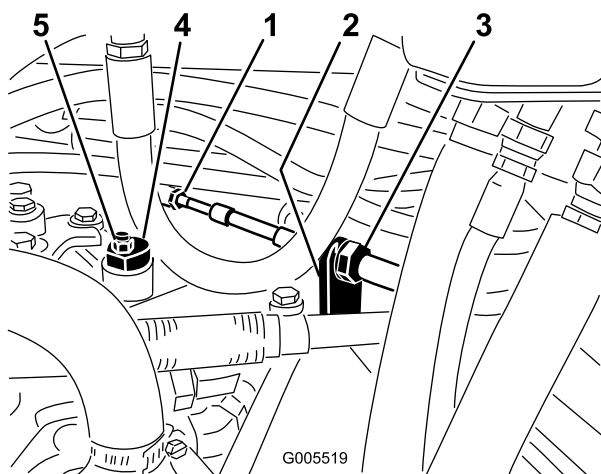

Figura 55
- A. Liberte as porcas que fixam o cabo de tracção ao anteparo do hidróstato (Figura 55). Certifique-se de que as porcas se encontram soltas de forma idêntica, de modo a permitir a operação de ajuste.
Nota: Liberte a porca que fixa o disco excêntrico ao cimo do hidróstato (Figura 55).
- C. Rode o disco excêntrico até eliminar a deslocação em qualquer um dos sentidos. Quando a roda deixar de rodar, aperte a porca, bloqueando deste modo o disco excêntrico e fixando a posição de ajuste (Figura 55). Verifique se o ajuste é o
- D. Aperte as porcas que se encontram em cada um dos lados do anteparo, fixando deste modo o cabo de tracção ao anteparo (Figura 55) Não rode o cabo.